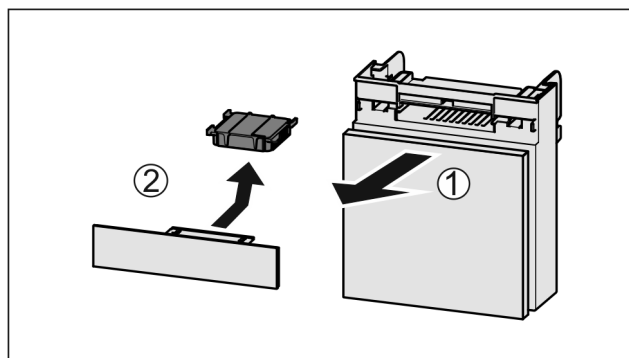

Fig. 126
- Træk rummet fremad Fig. 126 (1).
- Tag aktivkulfilteret Fig. 126 (2) ud.